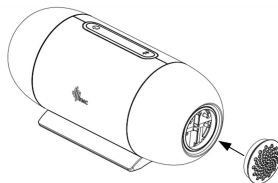

Abb. 12-2
(2) Installieren Sie die Filterkappe mit dem Luftfilter am Hauptgerät, wie in Abb. 12-2 dargestellt.